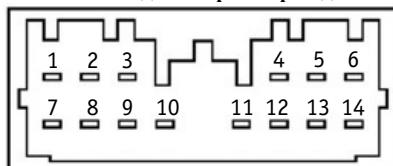
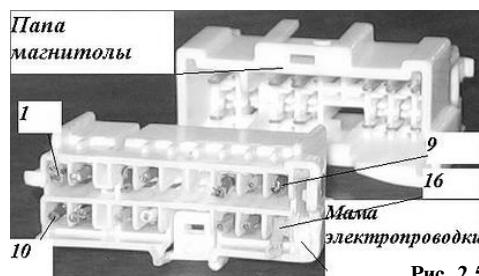
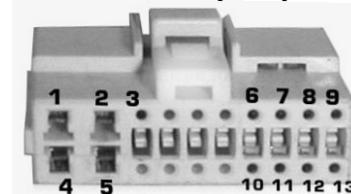

Рис. 2.4
Рис. 2.5
Рис. 2.6
**Синий провод** (провод контроля наличия напряжения зажигания) подключается к любому проводу, где напряжение появляется после включения зажигания, например центральный провод прикуривателя или провод включения магнитолы. Провод зажигания (красный) подходит к контакту 10. Рис. 2.4, рис. 2.5. Провод зажигания (черный с желтой полосой) подходит к контакту 1, рис. 2.6.